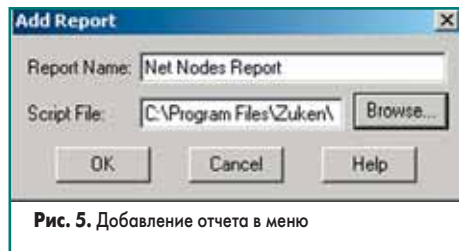

Рис. 5. Добавление отчета в меню
4. В открывшемся окне Add Report (рис. 5) нажмем кнопку Browse.